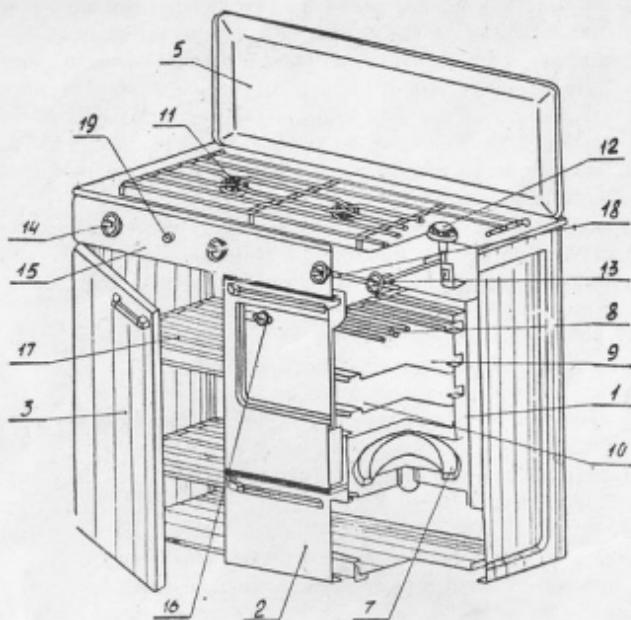

Рис. 1. Устройство плиты.
5. 1. Газовая трехгорелочная плита (рис. 1) выполнена в виде тумбы, с духовым 1, сушильным 2 шкафами и шкафом 3 для хранения кухонной посуды. Плита имеет стол 4, оборудованный тремя горелками: две горелки 11 нормаль-
— снимите крышки и насадки горелок 11 и 12 (рис. 1), поднимите стол 4 плиты;
8. 4. Для того, чтобы нанести смазку на пробки и корпуса кранов, снять решетку 6 стола (рис. 1), снять крышки горелок 11 и 12 вместе с насадками;